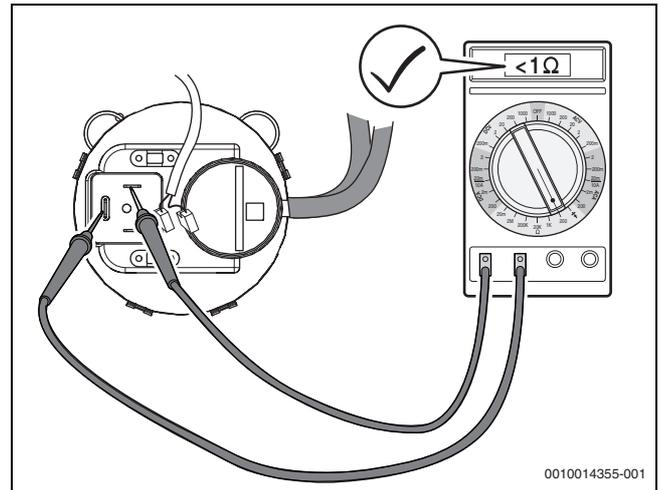

Fig. 72 Vérifier le débit du pressostat différentiel en cas de dépression (pressostat différentiel en ordre)
- Retirer les câbles électriques sur le pressostat différentiel et mesurer la résistance sur les contacts (→fig. 72).